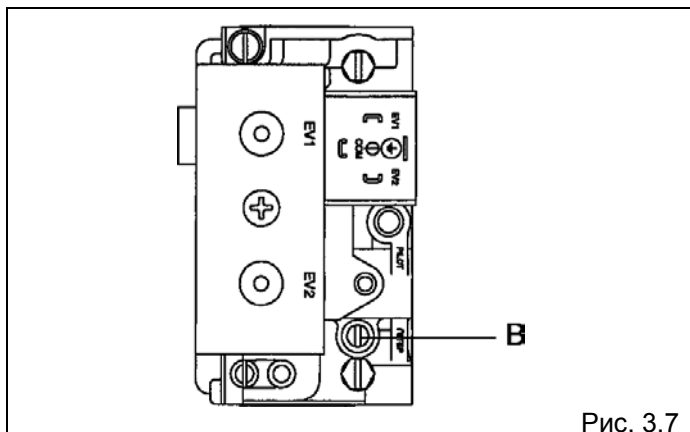

Рис. 3.7
- Вращая регулятор плавного розжига (B), установите требуемое давление плавного розжига (рис. 3.7).